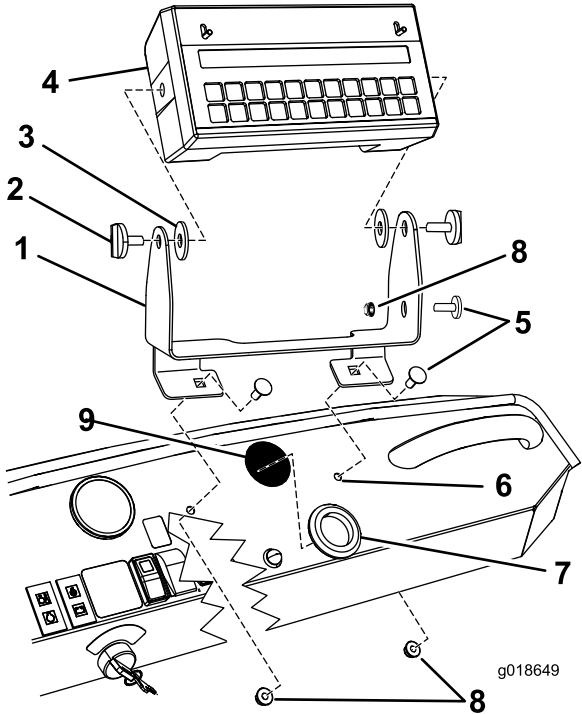

图2
- 如 图2 所示，将安装支架安装到仪表板上，并用 个车身螺栓 (5/16 x 3/4 英寸) 和 2 个锁紧螺母 (5/16 英寸) 固定。
- 借助 2 个手动旋钮（图2）将电脑控制台装配到安装架上。